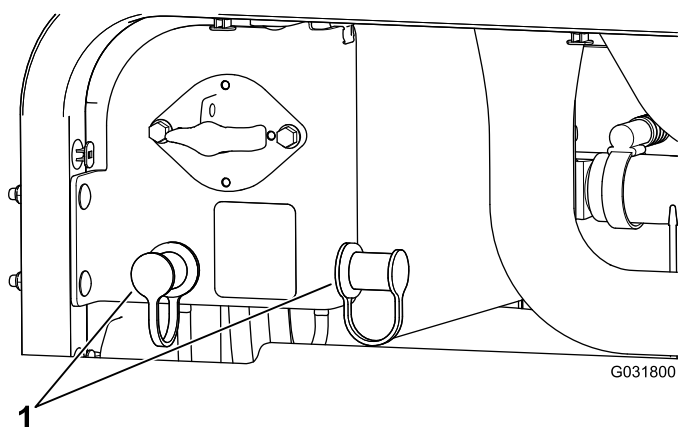

Figura 76
3. Retire los capuchones de los bornes de la batería del otro vehículo (Figura 76).